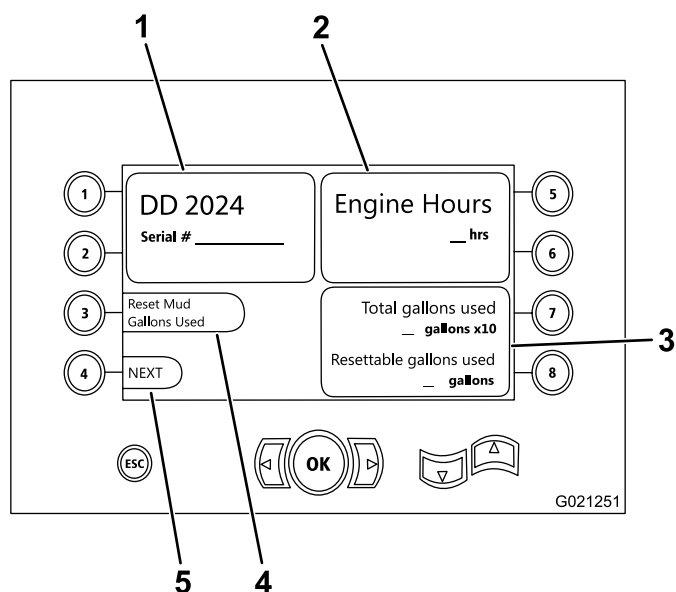

Рисунок 14
- Модель и серийный номер машины (Рисунок 14).
- Наработка двигателя машины в часах (Рисунок 14).
- Количество галлонов использованного бурового раствора и сбрасываемое количество использованных галлонов бурового раствора (Рисунок 14).
Примечание: Нажмите кнопку 3 для сброса количества использованных галлонов бурового раствора с момента последнего сброса этой величины (Рисунок 14).